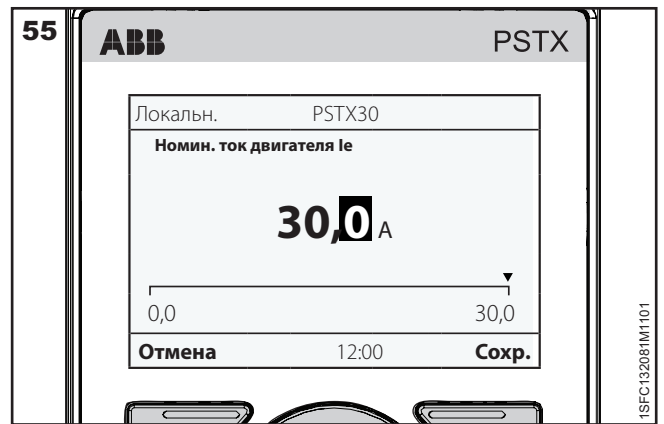

Рис. 55. Ток двигателя I_e
1. Главный экран является верхним уровнем системы навигации. Нажмите клавишу  «Меню», чтобы открыть меню. Изображение на дисплее выглядит так, как показано на **рис. 55**.
- См. **рис. 55**. Если необходимо закрыть окно, выберите  «Отмена».